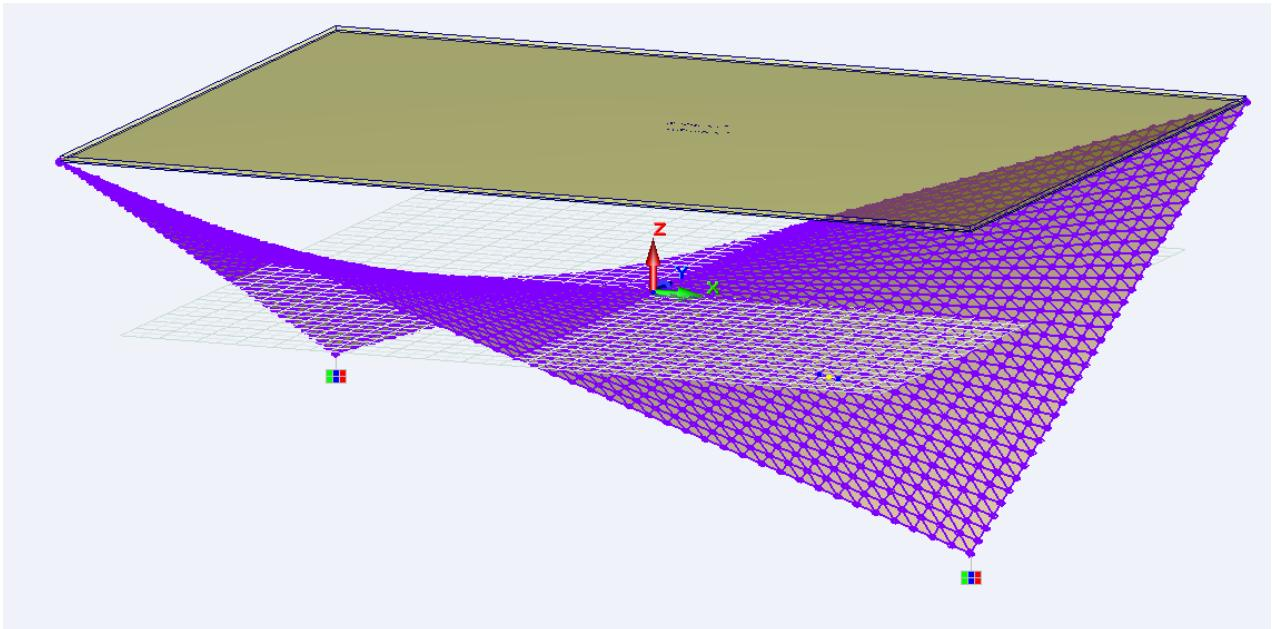

Рис.4.4. Расчетная модель с выполненными пересечениями
- Расчетная модель с выполненными пересечениями будет выглядеть следующим образом (рис.4.4)